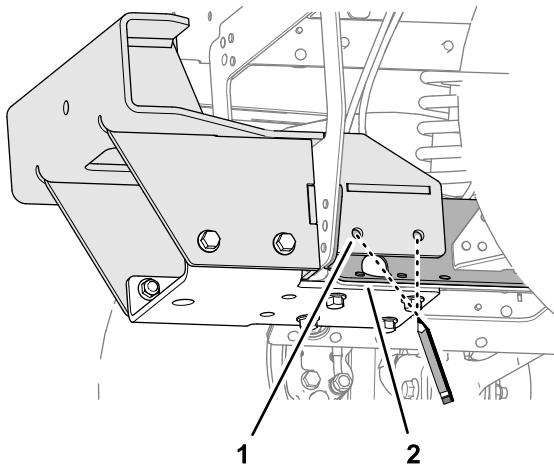
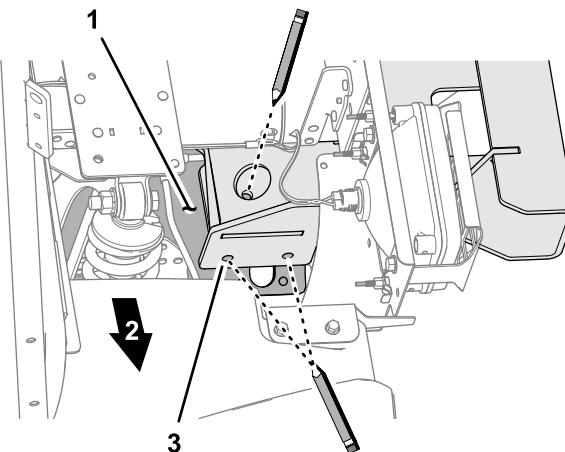
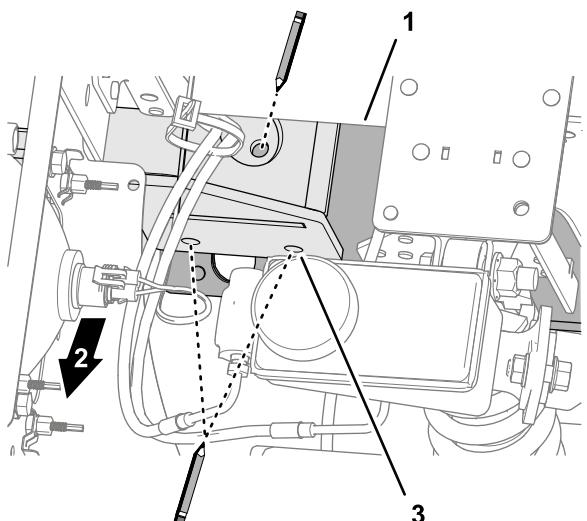

Figure 53
Figure 55
Figure 54
2. Repérez l'emplacement des 4 trous du support inférieur sur le profilé central, comme montré aux Figure 53, Figure 54 et Figure 55.